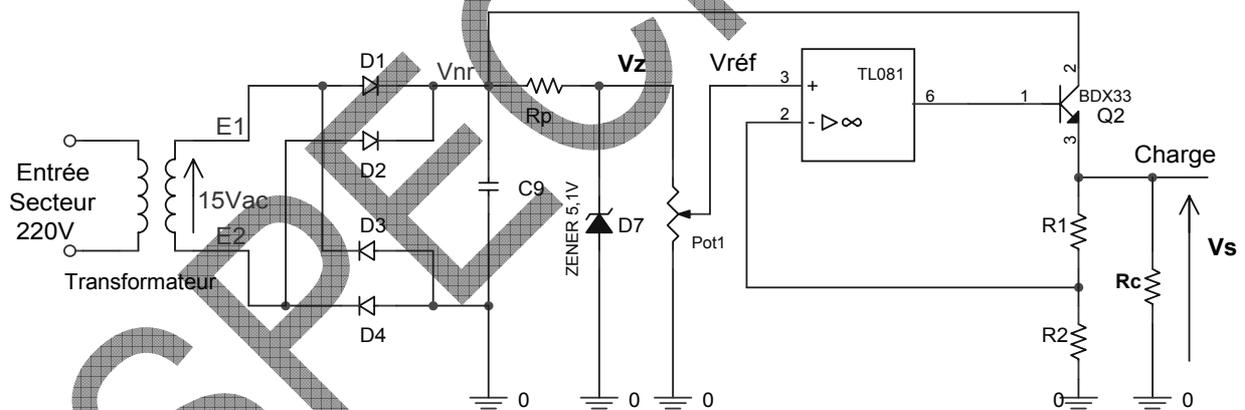

fig.3
Le schéma structurel est donné par la figure 3 ci-dessous.
12.3.1.1 Câbler le schéma de la figure 3 avec : $R1 = R21$, $R2 = R22$